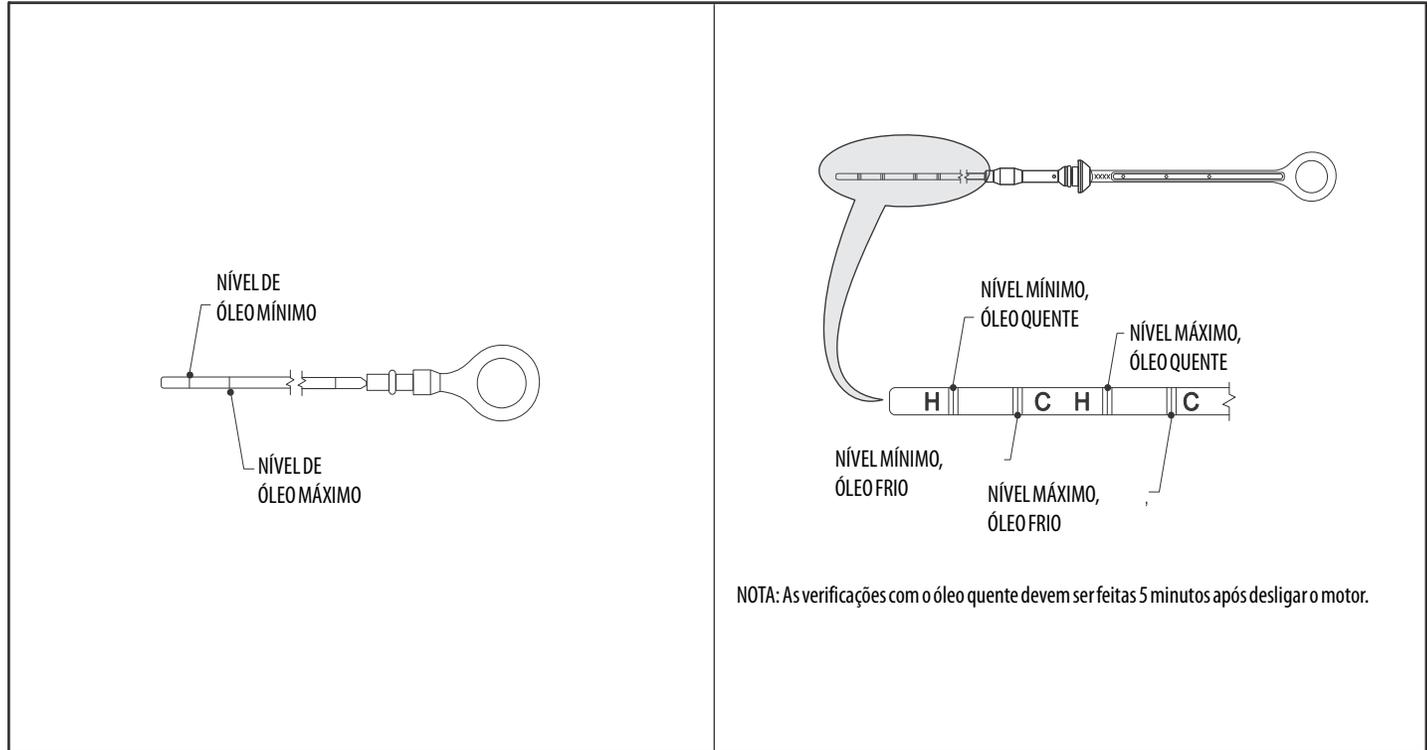

Figura 7-3. Vareta do Motor Deutz 2011
**NOTA:** Os números a seguir correspondem àqueles na Figura 7.3, Manutenção Feita pelo Operador e Diagrama de Lubrificação.
Comentários — Verifique o nível diariamente/Troque de acordo com o manual do motor. Consulte Figura 7-3., Vareta do Motor Deutz 2011.